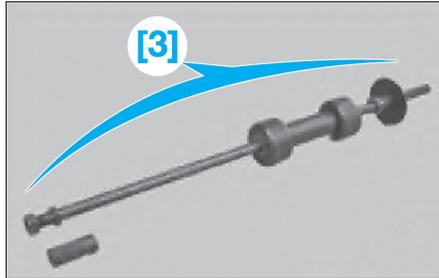

Fig. 54
- [3]. Masse à inertie (réf BMW : 33 4 200) (Fig.54).